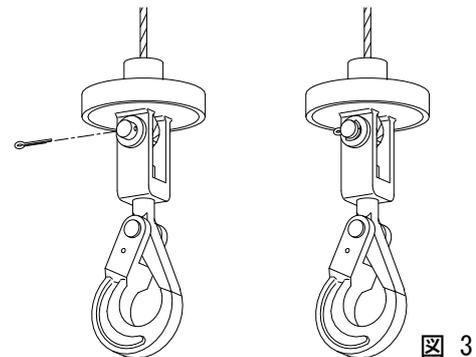

図 3
- 2) ワイヤロープのシプルの穴とフック部の穴を合わせ、ピンを挿入し割ピンを取り付ける。割ピン先端をプライヤーなどで折り曲げて抜けないようにする。(図3)